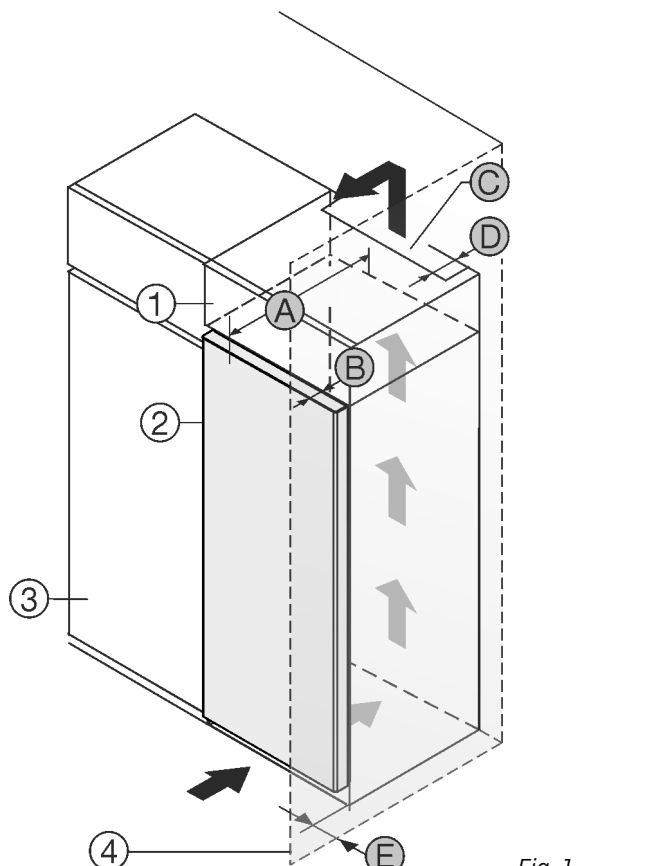

Fig. 1
Aparat postavite neposredno zraven kuhinjske omare Fig. 1 (3).
Na zadnji strani nadgradne omare mora biti zaradi prezračevanja in odzračevanja po vsej širini nadgradne omare prezračevalni jašek globine Fig. 1 (D).
Pod stropom je treba upoštevati presek prezračevanja Fig. 1 (C).
Če aparat postavite s tečaji poleg stene Fig. 1 (4), mora razdalja med aparatom in steno znašati vsaj 13 mm.
Če aparat postavite s tečaji poleg stene Fig. 1 (4), mora razdalja med aparatom in steno znašati vsaj 20 mm.
Da vrata lahko odpirate, mora aparat štrleti ven vsaj za globino vrat Fig. 1 (B) glede na fronto kuhinjske omare. Odvisno od globine kuhinjskih omar Fig. 1 (3) in uporabe stenskih distančnikov lahko aparat štrli bolj ven.